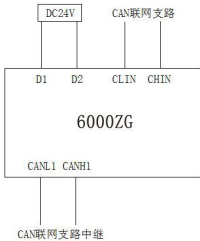

图 3 CAN 扩展接口中继
- 3、CAN 扩展接口用作中继使用时, 线路连接如图 3 所示。